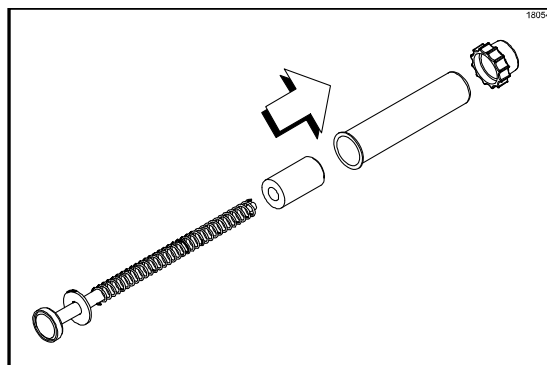

Figura 74
5. Retire a porca do êmbolo e componente interno do conjunto do êmbolo. (Veja a Figura 74.)